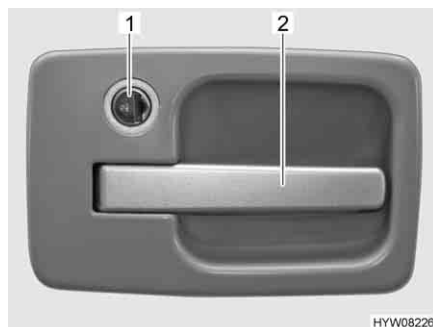

Fig. 18 Serratura della porta di ingresso, lato esterno
- Inserire la chiave nel cilindro della serratura (Fig. 18,1) e ruotarla sul simbolo "G". La serratura della porta è sbloccata.
- Tirare la maniglia della porta (Fig. 18,2). La porta è aperta.
- Inserire la chiave nel cilindro della serratura (Fig. 18,1) e ruotarla sul simbolo "L". La serratura della porta è bloccata.